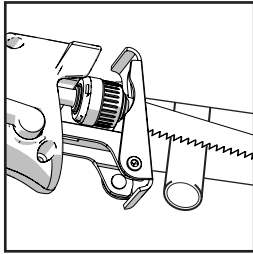

Fig. 11
- Schneiden Sie das Werkstück langsam durch, damit sich das flexible Sägeblatt nach Bedarf biegen kann. (**Abb. 11**).